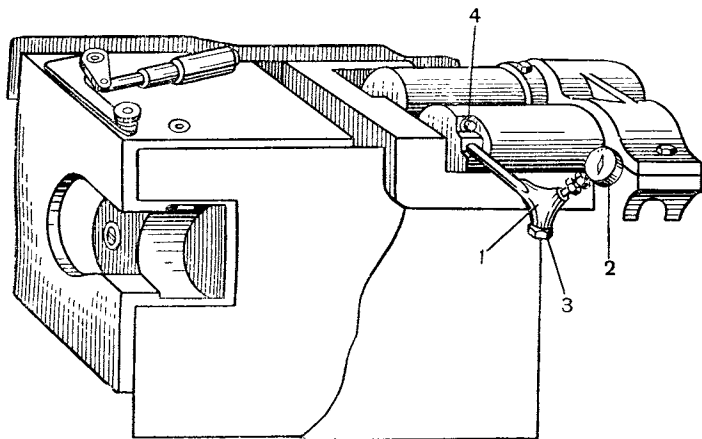

Рис. 68. Определение давления в накатнике:
2. Вывинтить ключом (42—14) из дна цилиндра крышки 4 (рис. 68).
б) Не снимая тройника с манометром, отвинтить на несколько оборотов крышку 3 (рис. 68) на отростке тройника.